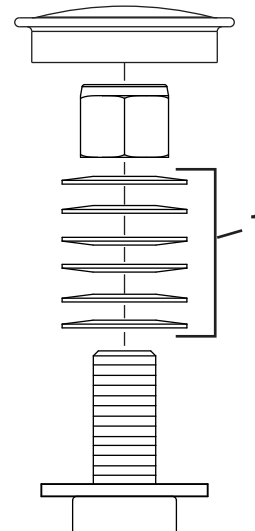

Figura 55
3. Retire el tapón guardapolvo de la rueda giratoria y apriete la contratuerca (Figura 55).
4. Apriete la contratuerca hasta que las arandelas elásticas estén planas, luego afloje la contratuerca $\frac{1}{4}$ de vuelta para establecer la pre-carga correcta de los cojinetes (Figura 55).
Importante: Asegúrese de que las arandelas elásticas están correctamente instaladas, como se muestra en la Figura 55.
5. Coloque el tapón guardapolvo (Figura 55).